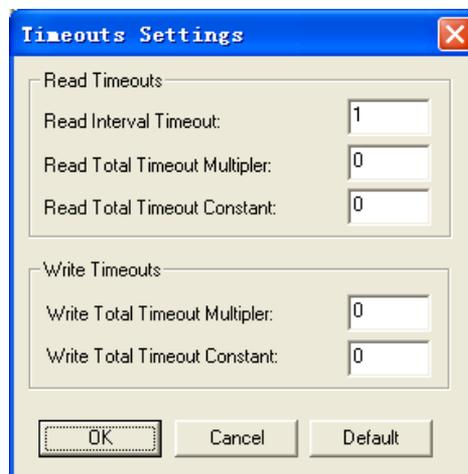

图13
**[Timeouts]** (超时设置)子菜单：对当前已打开串口的超时结构进行设置。执行该菜单命令将弹出Timeouts Settings对话框，如图13所示。下面对各设置项进行说明。